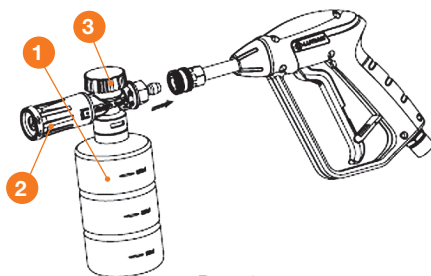

Рис. 6
- Наполните подготовленным моющим средством пеногенератор **1** из комплекта поставки и присоедините его к пистолету (Рис. 6). Регулировку факела распыляемого моющего средства производите поворотом корпуса форсунки **2**. Регулировку подачи моющего средства производите поворотом верхней рукоятки **3**.